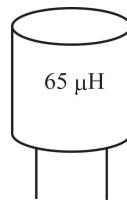

图 1-26 直标法
①直标法。在采用直标法时, 直接将电感量标在电感器外壳上, 如图 1-26 所示。